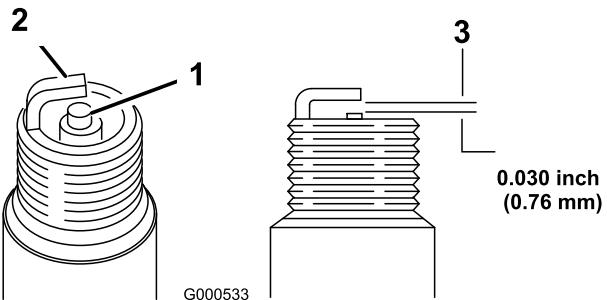

Figura 30
- Fije el hueco entre los electrodos en 0,76 mm (0,030 pulg.) (Figura 30).